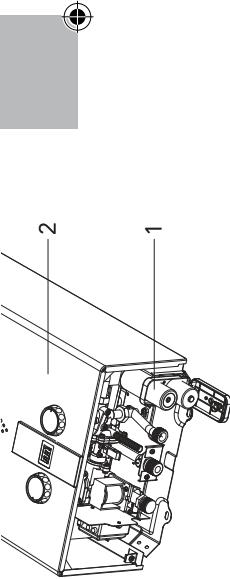

Рис. 1
- Перед включением водонагревателя необходимо установить батареек (рис. 1). Отsek батареи (1) находится в нижней правой части водонагревателя. Для доступа к нему снимать кожух не нужно.